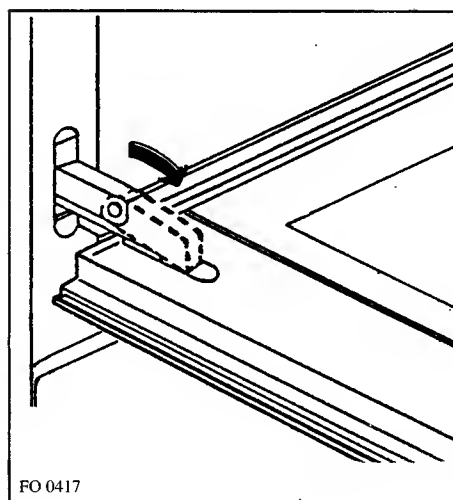

Fig. 10
**Removing the oven door (Fig. 10 & 11)**